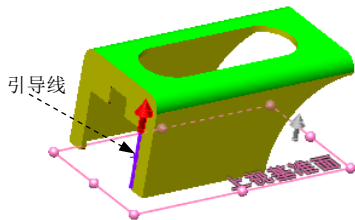

图 10.5.2 选择引导线
Step3. 设定模具参数。选取上视基准面作为拔模方向;在拔模角度 文本框中输入数值 1.0;选中 ☒ 用于型心/型腔分割(U) 复选框,单击 按钮,此时系统并没有自动搜索到封闭环作为分型线,而是提示选择形成闭合环的边线。
Step4. 选择引导线。选取图 10.5.2 所示的模型边线作为分型线引导线。